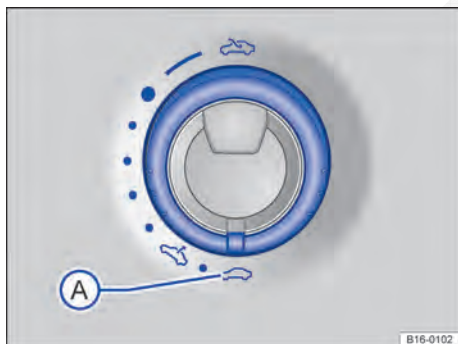
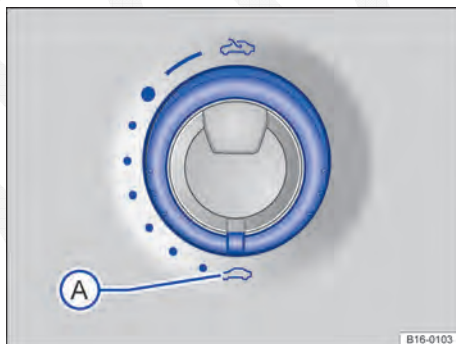

Fig. 55 No revestimento do teto: interruptor para o teto solar (variante 1).
Fig. 56 No revestimento do teto: interruptor para o teto solar (variante 2).
- Girar o interruptor ⇒ **Fig. 55 A** ou ⇒ **Fig. 56 A** para a posição “Fechado”.